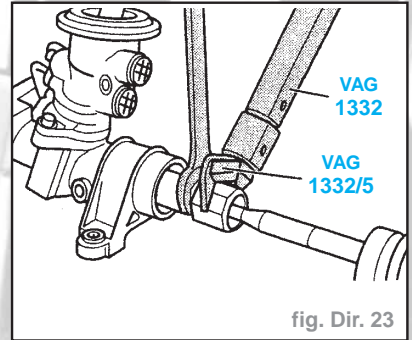

fig. Dir. 23
- Serrer le mécanisme de direction dans un étau et dévisser la barre de direction (fig. Dir. 23).